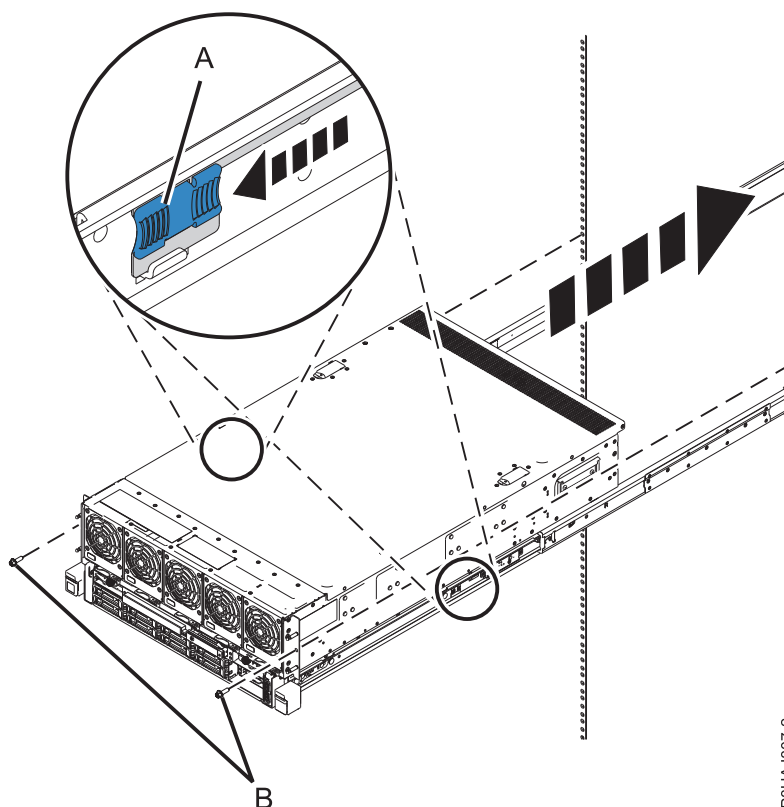

Figura 12. Liberando as travas no meio dos trilhos e empurrando o sistema totalmente para dentro do rack
7. Libere as travas no meio dos trilhos e empurre o sistema totalmente para dentro do rack, conforme mostrado em Figura 12 na página 13.